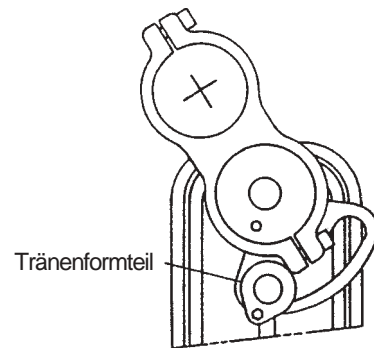
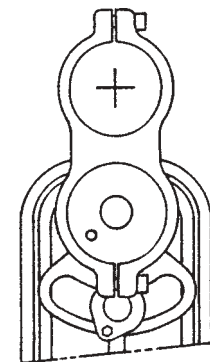

Abb. 2
Abb. 3
5. Beim Bohren von Löchern nahe an der Kante der Arbeitsfläche muss der Schneidpunkt eventuell näher zur Kante des Vakuumkissens hin verlagert werden. Das tränenförmige Teil mit dem 5mm-Steckschlüssel lösen, in die gewünschte Stellung drehen und festziehen, wie in Abb. 2 gezeigt. Nach Fertigstellung dieser Löcher den Schneidpunkt zur Mittelachse zurückführen, wie in Abb. 3 gezeigt. Dies ist die optimale Position für maximale Haftung.